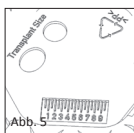

Abb. 5
■ **Abb. 1b/5** Die eingearbeiteten Schablonen auf der Rückseite der Sizer Disk (Abb. 1b) zeigen die Minimalgröße des Transplantats zur Unterfütterung des Trommelfells (Abb. 5). Oval: Bei ovaler Prothesenköpffplatte. Rund: Bei runder Prothesenköpffplatte.
■ **Abb. 5** Die Millimeterskala dient allgemeinen Vergleichsmessungen, die im Rahmen einer Mittelohroperation hilfreich sein können. Grundsätzlich kann die Rückseite auch als Ablage oder Präparationsfeld für diverse Vorgänge, wie z.B. der Transplantatbearbeitung oder Zwischenlagerung, verwendet werden.